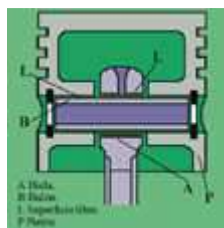

Fig. 20
Es el elemento (B) que sirve de unión entre el pistón (P) y la biela (A) (fig. 20). Su estructura robusta le permite soportar los esfuerzos a los que está sometido el pistón. Tiene forma cilíndrica y vaciado interiormente. Se fabrican con acero tratado y rectificado.